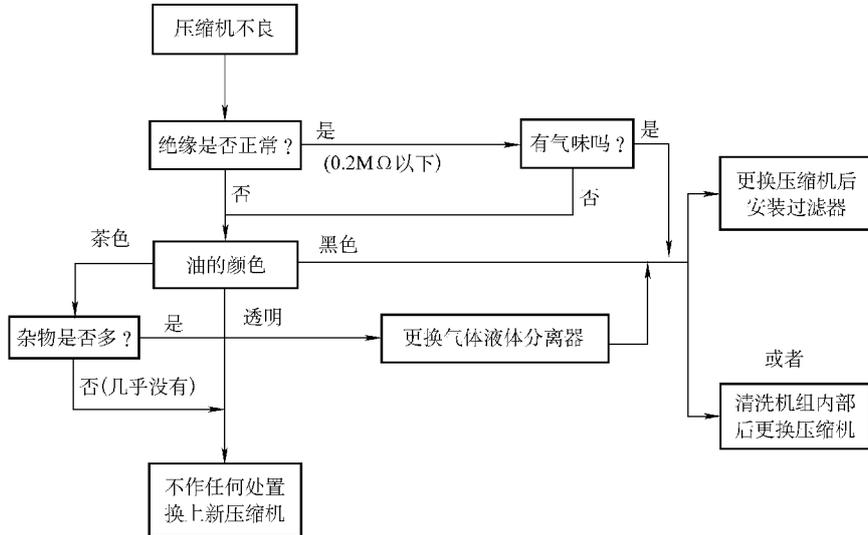

图 19-17 防止压缩机再发生故障是否要进行处置的判断标准
(1) 在排出制冷剂、切断配管 (更换压缩机等) 时, 要先确认配管的温度应在不结霜温度的范围内, 并且在打开管口的同时要立即把管口封住。在配管呈冷态时, 如有空气进入配管则会立即结霜, 即使利用抽真空也不能把结的霜抽干净。
(2) 为防止压缩机再发生故障是否要进行处置的判断标准, 如图 19-17 所示。
(3) 更换过滤器的注意事项。